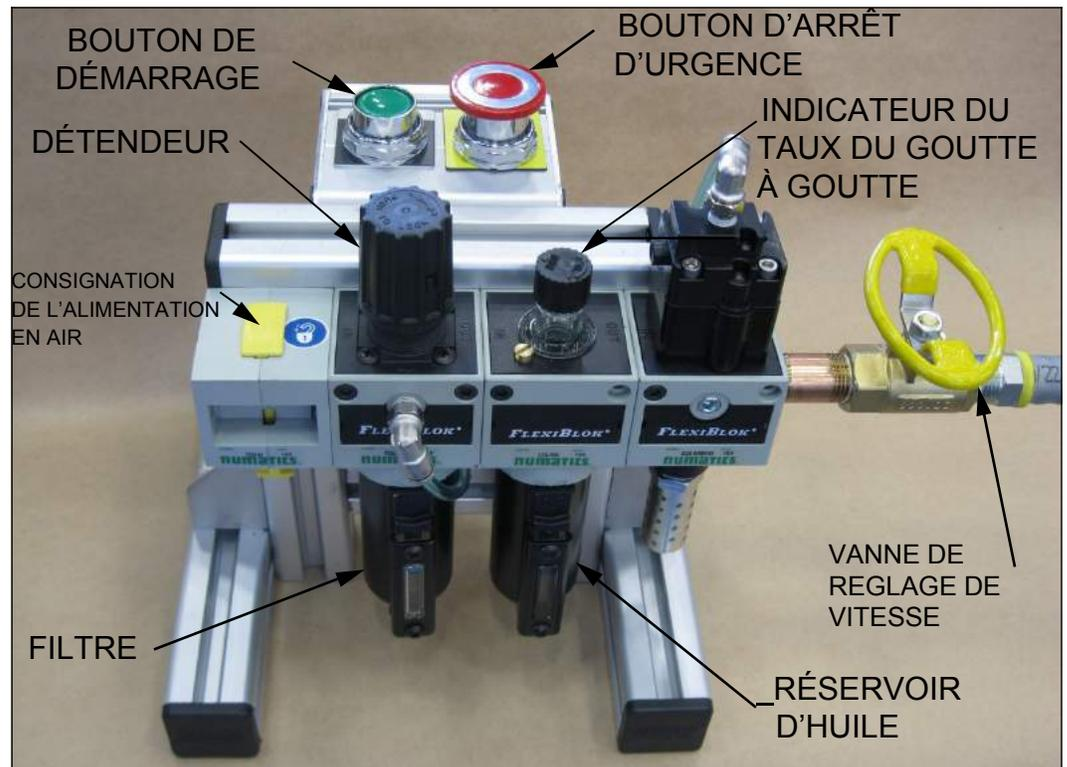

FIGURE 4-4. COMPOSANTS PCU
10. Ouvrir la vanne de consignation sur l'unité de conditionnement pneumatique (PCU) (Figure 4-4).
11. Tirer sur le bouton d'arrêt d'urgence de l'unité de conditionnement pneumatique (PCU) (Figure 4-4).
1. Sur l'unité de conditionnement pneumatique (PCU), appuyer sur le bouton START (démarrer), (Figure 4-4).
2. Régler le taux d'avance sur zéro (Figure 4-4).
3. Ouvrir doucement le robinet à bille de l'unité de conditionnement pneumatique (PCU) jusqu'à ce que la vitesse de rotation atteigne le niveau désiré (Figure 4-4).
5. Tourner doucement la vis du taux d'avance pour augmenter le taux d'avance jusqu'à avoir atteint le niveau voulu. (Figure 4-4).
7. Ajuster le goutte à goutte de l'huile au besoin. (Figure 4-4).
3. Appuyer sur la vanne de consignation pour la fermer (Figure 4-4). Ceci va libérer la pression d'air résiduelle dans le circuit de l'unité de conditionnement pneumatique (PCU).